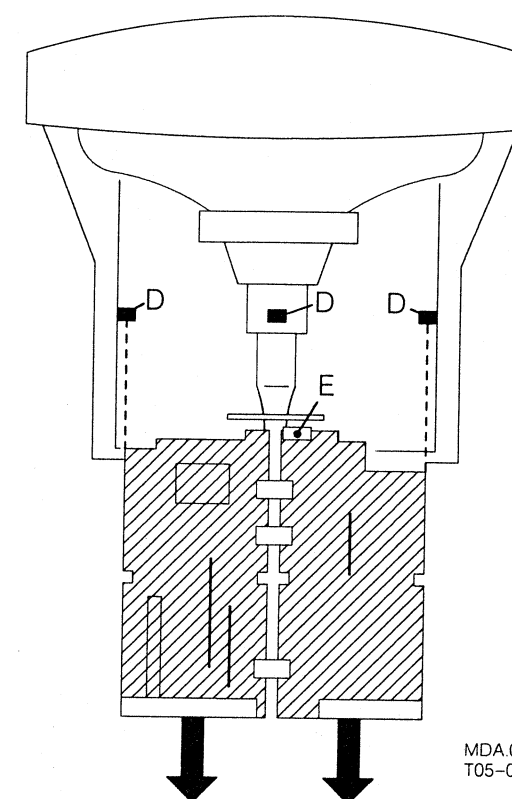

fig. 3.3
2. **Service-Position für das Messen von Testpunkten (Abb. 3.3)**
LED-Anzeige E (siehe Abb. 3.3) von der Großsignal-Schaltkarte entfernen. Beide Schaltkarten hinten hochziehen und mit den an der Unterseite der Kleinsignalschaltkarte befindlichen Bügeln F in einem Winkel von 90° aneinander befestigen.